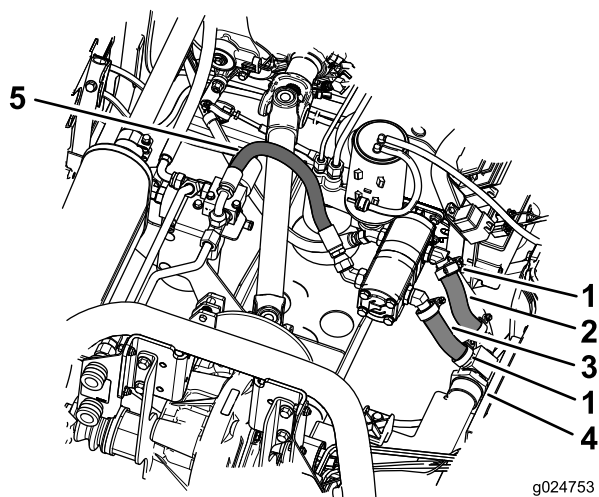

Figura 12
4. Montate il flessibile idraulico e i flessibili ruotando il raccordo a T grande e il raccordo a 90° nelle estremità dei flessibili. La rotazione dei raccordi consente un più facile montaggio dei flessibili. Vedere Figura 12.
5. Fissate i flessibili con le fascette stringitubo (Figura 12).